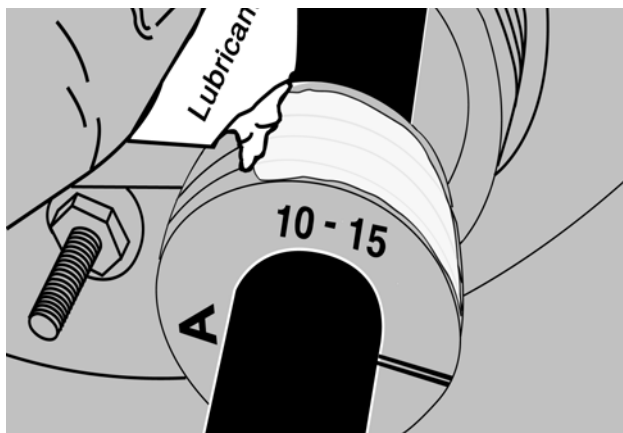

FIGURA 9
9. Aplique una capa fina de lubricante proporcionado con la caja en la superficie exterior del tapón. Utilizando presión con los dedos de la mano, introduzca el tapón lo mas posible dentro de la tapa. (Figura 9)